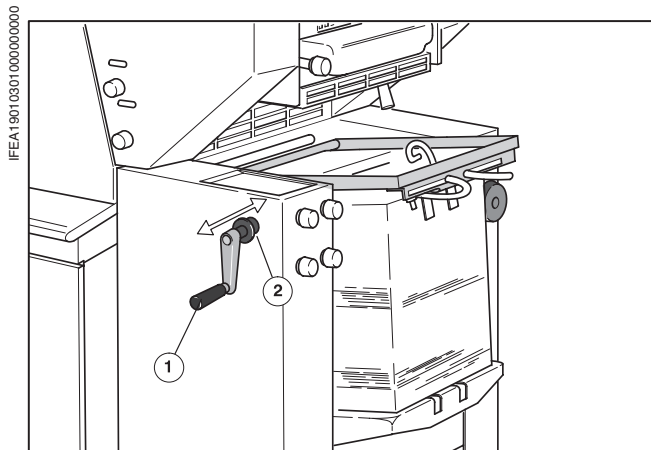

Рис. 1 Передвижение стапеля
Стапельный стол на самонакладе можно передвигать вверх/вниз надавив предварительно на рукоятку (Рис. 1/①).
- ① Поднять или опустить стапельный стол с помощью рукоятки (Рис. 1/①) на стороне обслуживания.
- ② Переключение с быстрого хода на медленный и наоборот осуществляется вдавливанием/деблокировкой буксы (Рис. 1/②).